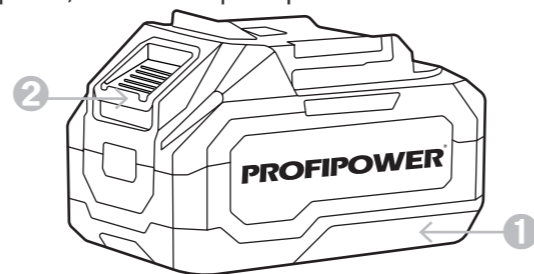

Рисунок 2.2.2. Снятие аккумуляторного блока
1. Для снятия аккумуляторного блока «1» (рисунок 2.2.2) нажмите кнопку «2» извлеките блок.